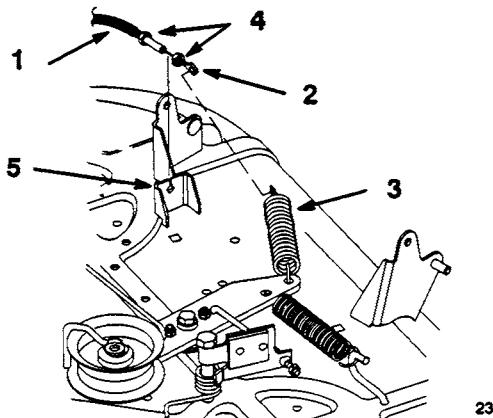

Bild 40
6. Den Messerbowdenzug (ZWA)-Ring aus der Mitläufefeder aushaken (Bild 40).
7. Die Klemmutter vom Messerbowdenzug (ZWA)-Ring am Befestigungswinkelprofil entfernen. Den Zug vom Profil abschieben (Bild 40).